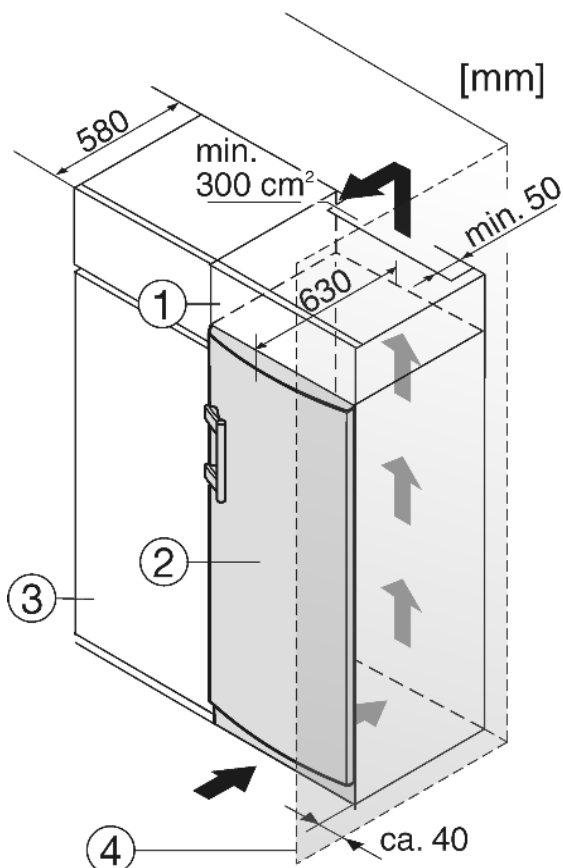

Fig. 9
- (1) Дополнительный шкафчик
(2) Устройство
(3) Кухонный шкаф
(4) Стенка
Устройство может быть окружено предметами кухонной обстановки. Чтобы уравнять устройство Fig. 9 (2) по высоте с кухонной стенкой, можно установить над устройством соответствующий дополнительный шкафчик Fig. 9 (1).
При комбинировании с обычными кухонными шкафами (глубина макс. 580 мм) устройство можно установить непосредственно рядом с кухонным шкафом Fig. 9 (3). Дверь устройства выступает по сторонам на 34 мм и по центру устройства на 50 мм относительно передней стенки кухонного шкафа. Поэтому ее можно свободно открывать и закрывать.
Если устройство установлено на шарнирах у стены Fig. 9 (4), то расстояние между устройством и стеной должно быть не менее 40 мм. Настолько выступает ручка при открытой дверце.